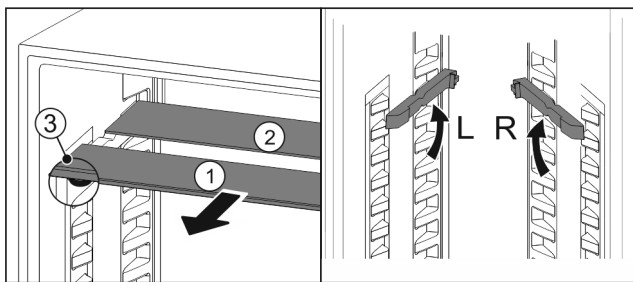

Fig. 30
- ▶ По одной извлеките Fig. 30 (1) стеклянные панели движением вперед.
- ▷ Стеклянная панель Fig. 30 (1) с декоративной планкой лежит спереди.
- ▷ Стопоры Fig. 30 (3) показывают вниз.